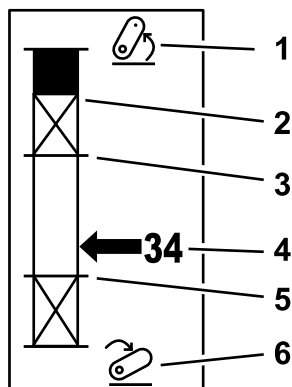

図 22
2. アウトクロスを開始させ、表示画面をステータス表示にして 3 点ヒッチの高さを表示させる 図 22。
3. 3 点ヒッチを上げ下げして、移動走行位置、旋回位置、最大作業位置、最小作業位置、それぞれにおける現在のヒッチの位置表示される数値を記録する 図 22。
3 点ヒッチ式アタッチメントの最大上昇高さです。この位置の設定は、アタッチメントに許される最大高さまたは、PTO シャフトを駆動していない状態での最大高さのうち低い方の高さに設定します。この時にステータス表示に表示される高さ位置をメモしておいて、インフォセンターのパラメータ設定画面で入力してください 図 22。
このパラメータは、パドル操作する 3 点ヒッチアタッチメントでのみ必要です。これは、アタッチメントが「旋回」中または障害物を避けるために上昇させられ」ている時の 3 点の自動位置です。実際に 3 点ヒッチアタッチメントを上昇させ、アタッチメントが自然状態のターフの谷間を損傷しないことを確認してください。この時にステータス表示に表示される高さ位置をメモしておいて、インフォセンターのパラメータ設定画面で入力してください 図 22。
ておいて、インフォセンターのパラメータ設定画面で入力してください 図 22。
アタッチメントを、許される最低位置まで下降させ、この時にステータス表示に表示される高さ位置をメモしておいて、インフォセンターのパラメータ設定画面で入力してください 図 22。